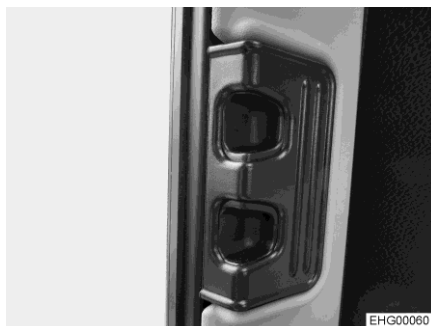

Fig. 67 Poignée de verrouillage (fenêtre côté passager)
- Presser la poignée de verrouillage (Fig. 67) et la maintenir pressée.